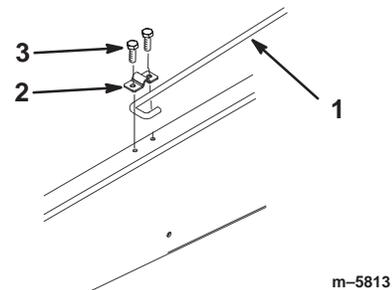

Figure 10
6. Desserrez le boulon de fixation de l'attache de la béquille jusqu'à ce que vous puissiez faire passer l'extrémité en J de la béquille sous l'attache (Fig. 10)
7. Serrez le boulon et fixez l'autre côté de l'attache avec un boulon neuf (5/16 x 3/4") (Fig. 10).